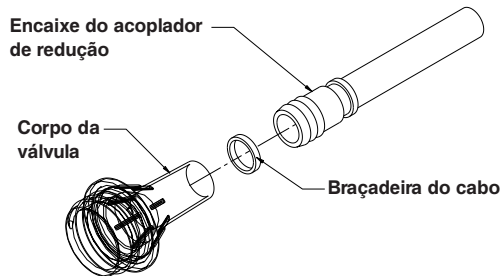

Figura 3
4. Utilizando um alicante diagonal, cortar cuidadosamente a braçadeira mais próxima da extremidade dos pés da capa do colchão prendendo a tubagem de baixa perda de ar e o encaixe do acoplador de redução no corpo da válvula (consultar a Figura 3).
5. Utilizando um alicante diagonal, cortar cuidadosamente a braçadeira mais próxima da extremidade dos pés da capa do colchão prendendo a tubagem de baixa perda de ar e o encaixe do acoplador de redução no corpo da válvula (consultar a Figura 3 na página 20).